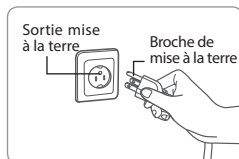

Figure 1
- Si vous n'êtes pas sûr de la mise à la terre ou si le produit est correctement mis à la terre, consultez un électricien ou un technicien de service qualifié. une fiche de mise à la terre qui ressemble à la fiche illustrée sur la Figure 1.